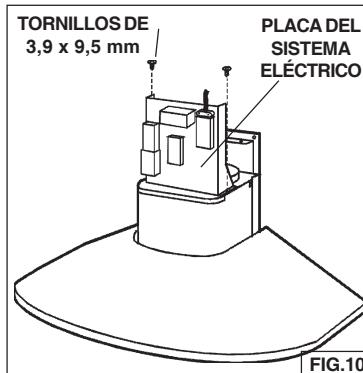

FIG.10
5. Asegure la placa del sistema eléctrico a la campana de cocina con (2) tornillos de montaje (3.9x9.5mm). Fig. 10